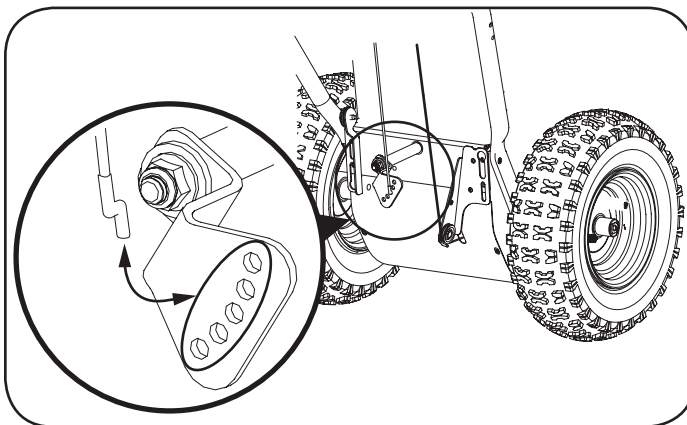

Figura 60
2. Eleve la ménsula divisora del cable de cambios (a) para que el cable quede flojo. Vea la Figura 60.